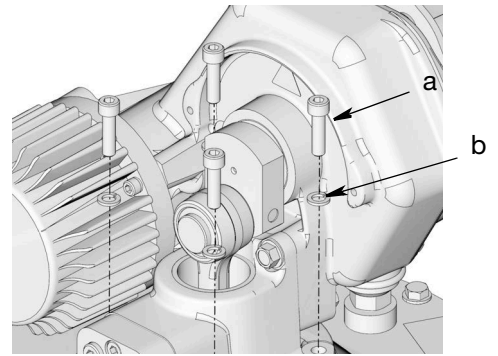

図 8
6. ポンプの底部にある穴をリザーバカバーにある穴と合わせます (図 8)。8 ページのステップ 1 で取り外したネジ (a) とワッシャー (b) を使ってポンプをリザーバカバーに、 $28 \pm 3 \text{ ft lb}$  のトルク ( $37.96 \text{ N}\cdot\text{m}$ ) ( $\pm 4.1 \text{ N}\cdot\text{m}$ ) でしっかりと固定します。